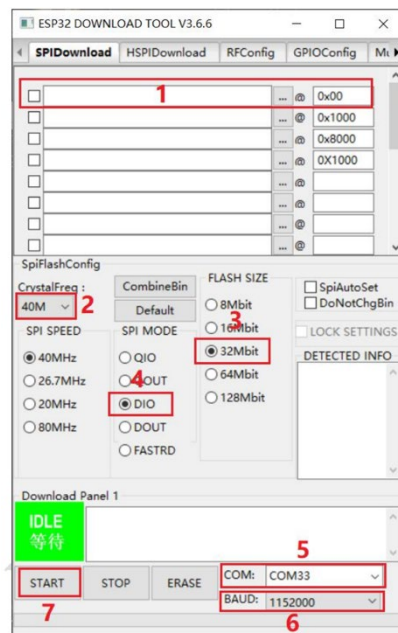

图 4 (Fig.4)
2. 如右图 4 (Fig.4) 所示: 在 1 处选择要烧录的固件路径, 地址通常为 0X00, 设置好后记得在前面打上勾勾; 在 2 处选择系统时钟为 40MHz; 在 3 处选择 Flash 的大小为 32Mbit; 在 4 处选择 SPI MODE 为 DIO 模式; 在 5 处选择当前板卡在电脑所识别的端口号; 在 6 处选择串口波特率 (值越大下载固件的速率越快, 最大支持 1152000bps);